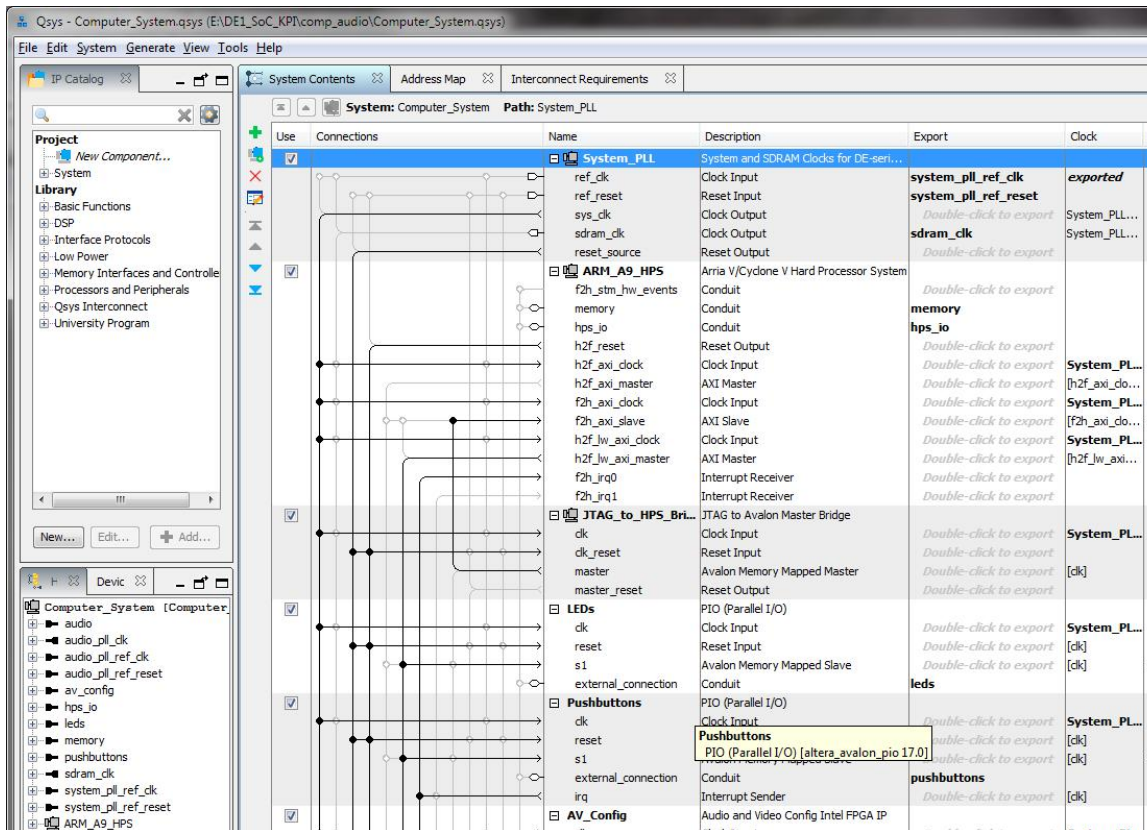
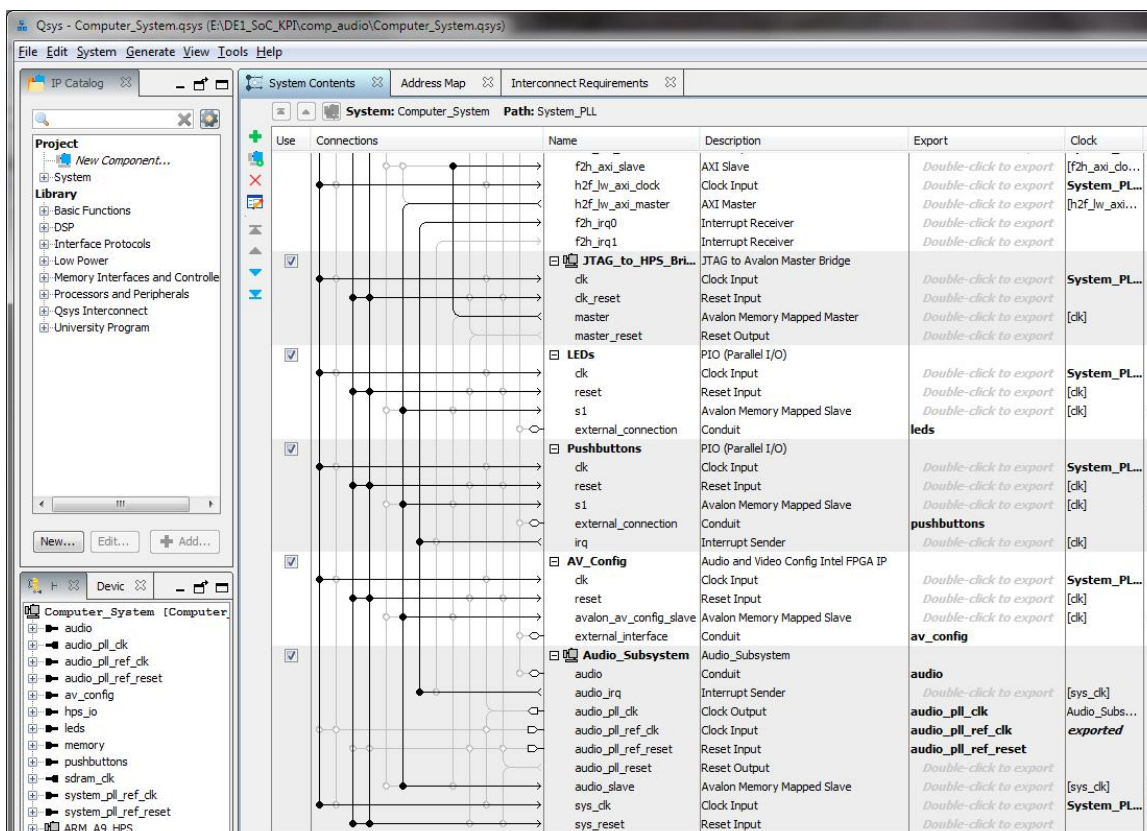

Рис. 67. Налаштування системи для обробки аудіосигналу А
Рис. 68. Налаштування системи для обробки аудіосигналу Б
4. В обраній системі залишаємо лише ті компоненти, які використовуються при обробці аудіосигналу (рис. 67 та рис. 68).